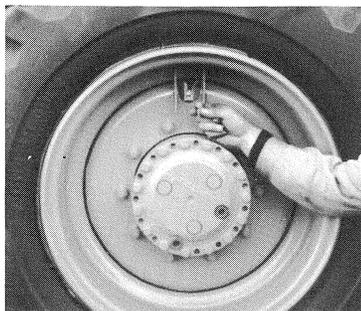

fig. 59
2. Enlever le mécanisme de valve et visser l'écrou de raccord (fig. 59)